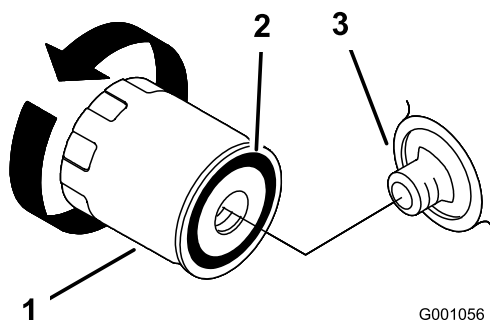

図 23
2. オイル・フィルタを外し、フィルタのアダプタ・ガスケットの表面をきれいに拭く（図 23）。
3. 新しいフィルタのガスケットにオイルを薄く塗る（図 23）。
4. アダプタにフィルタを取り付け、ガスケットがアダプタに当たるまでフィルタを右に回し、そこから更に 2/3～1 回転増し締めする（図 23）。